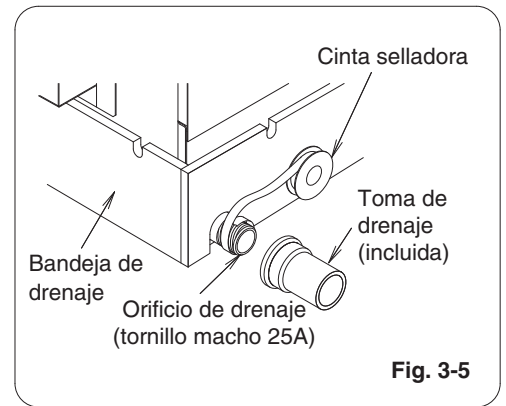

Fig. 3-5
- (2) Si conecta un conector de drenaje (incluido) al orificio de drenaje enroscado, envuelva primero las roscas del orificio de drenaje con cinta adhesiva y, a continuación, conecte la junta. (Fig. 3-5)